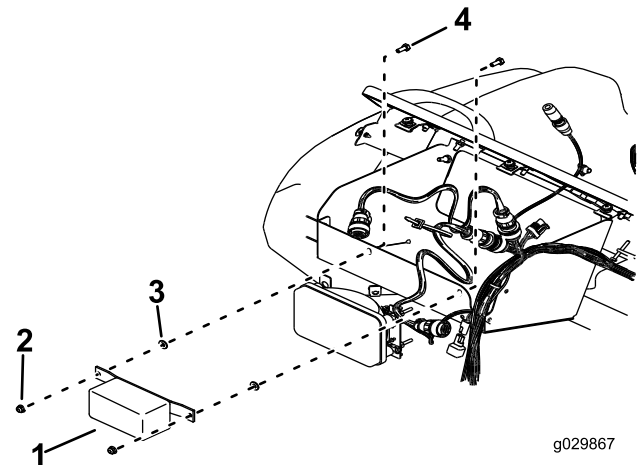

Figure 1
4. Fixez le module de vanne à l'avant du bac de rangement au moyen de 2 boulons, 2 rondelles et 2 écrous (Figure 1).